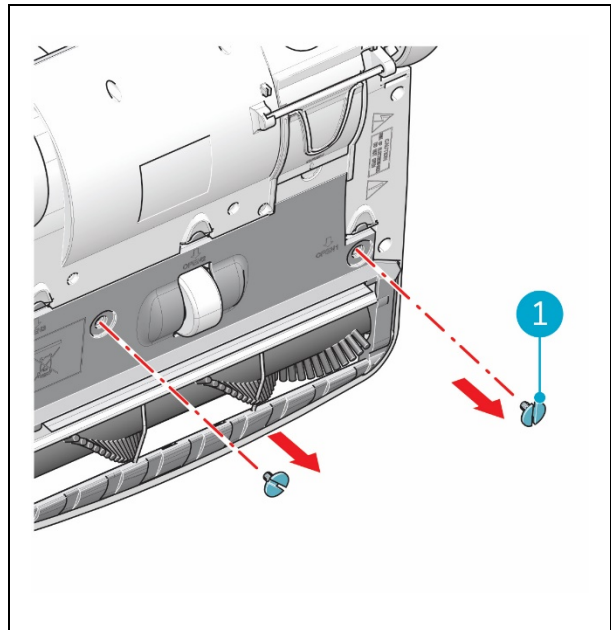

Afbeelding 23
1. Open de kap (Afbeelding 23, pos 1).
2. Verwijder het katoen van de oude vilten luchtuitlaat (Afbeelding 23, pos 2).
3. Verwijder de oude vilten luchtuitlaat (Afbeelding 23, pos 3).